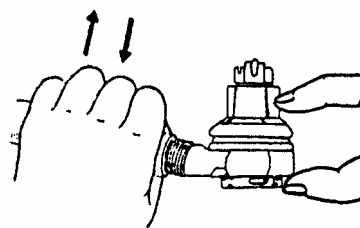

Рис. 4. Проверка люфтов в шарнирах
2. Люфт, обусловленный износом сферических поверхностей шарового пальца и корпуса шарнира. Этот вид люфта можно выявить при энергичном покачивании рулевой тяги вдоль оси шарового пальца (с усилием около 20 кгс), приложив пальцы к шарниру и бобышке тяги, как показано на рис. 4.